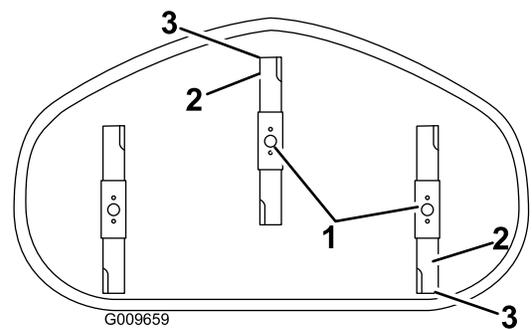

Bild 53
5. Messen Sie zwischen der Messerspitze vorne und hinten und der ebenen Fläche (Bild 53). Stellen Sie die vordere Sicherungsmutter ein, wenn die vordere Schnittmesserspitze nicht um 1,6–7,9 mm tiefer liegt als die hintere.
4. Drehen Sie die Messer vorsichtig, sodass sie in Längsrichtung zeigen (Bild 53).
vordere Schnittmesserspitze um 1,6–7,9 mm tiefer liegt als die hintere Spitze (Bild 53).